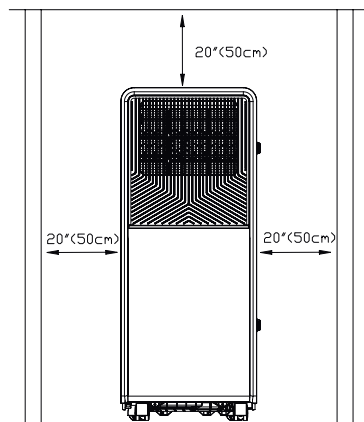

Fig. 2
- Et flyttbart klimaanlegg skal installeres på et flatt og åpent sted. Ikke blokkér luftutløpet, og avstanden rundt skal være minst 50 cm. (Se Fig. 2)